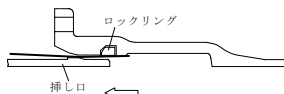

図 57 管の引き抜き
- (5) クレーンなどで管の心出しを行い、管を引き抜く（図 57 参照）。